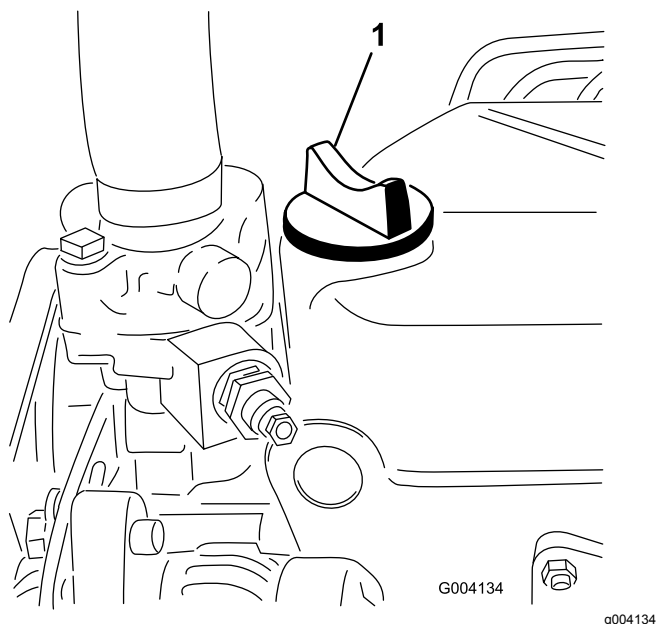

Figura 30
- Se o nível de óleo se encontrar abaixo da marca Cheio da vareta, retire a tampa de enchimento (Figura 30) e adicione óleo até que o nível atinja a marca Cheio.